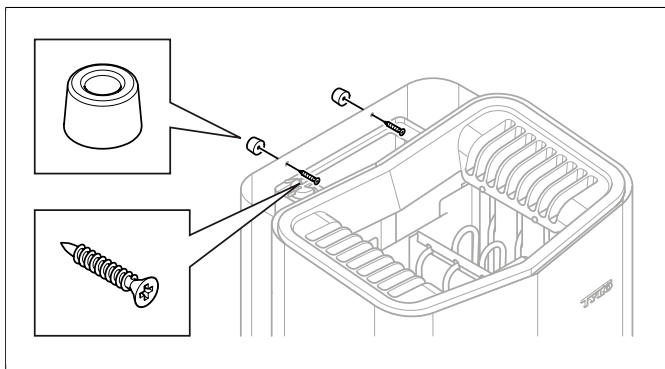

Abb. 12: Anbringen der Abstandhalter
10. Bringen Sie zwischen Ofen und Wand die Abstandhalter an (damit der Ofen nicht von der Wand abgezogen werden kann), siehe **Abb. 12**, Seite 6.